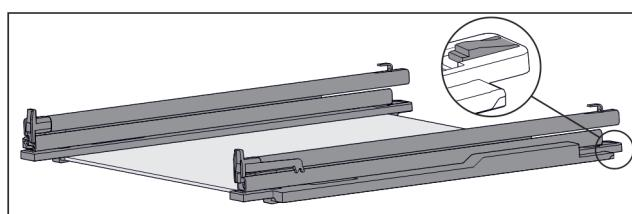

Fig. 95 Sklenená doska s koľajničkami a prídržnými dielmi
- Potlačte prídržný diel vzadu nadol (pozri Fig. 95) a súčasne posuňte koľajničku dozadu.